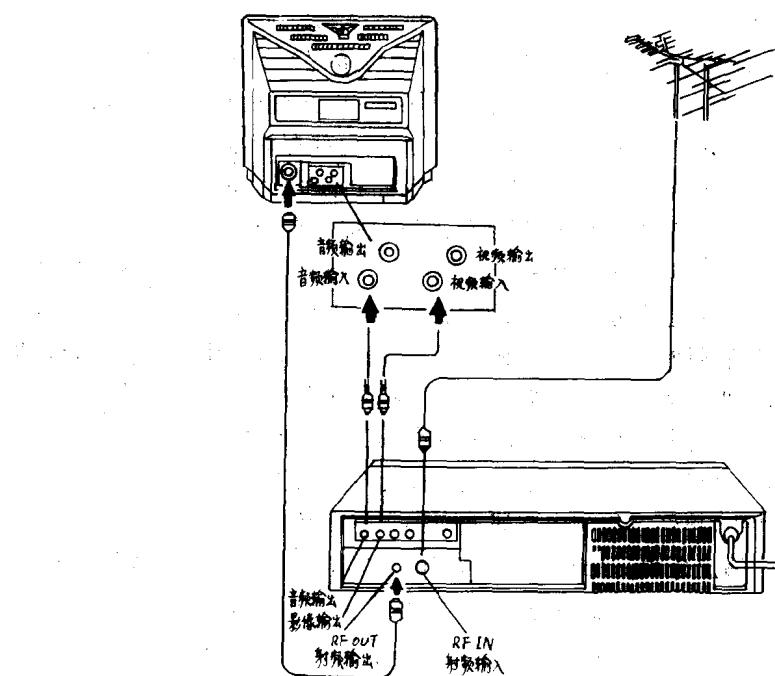

图 1—4 遥控彩电与录像机的连接方法
该遥控彩电设有 TV/AV(电视/录像)转换功能,可以和录像机方便地配合,具体方法有两种(参见图 1—4 所示)。
(1) 射频端配合法 电视天线接录像机“RF IN”端(射频输入端),录像机射频输出端接电视机天线输入端,按下录像机“PLAY”键(放像键),然后按遥控彩电操作“2”的自动调谐选台或手动调谐选台部分操作,就能在搜索到电视信号的同时找到录像信号。
(2) 视音频端配合法 在遥控手机上设有“TV/AV”键,当电视机处于工作状态时,按动该键,屏幕上原电视信号消失,而出现灰白色背景及黄色“AV”字符,此时按图 1—4 的接法,录像机的“AUDIO OUT(音频输出)”与“VIDEO OUT(视频输出)”,分别与彩电背后的“AUDIO IN(音频输入)”与“VIDEO IN(视频输入)”相接,按下录像机“PLAY”键,屏幕就出现录像信号。